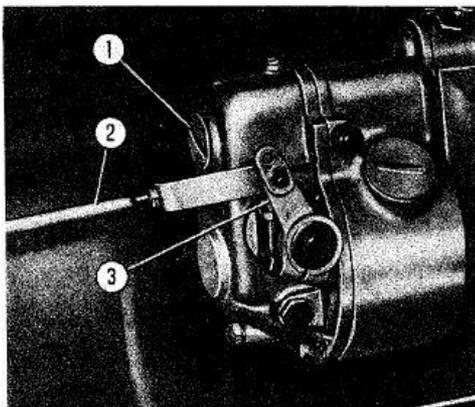

Fig. 27. - Regolazioni sul complesso pompa iniezione e comando del regolatore.
(1) Regime intervento regolatore: giri/min 800 $\begin{smallmatrix} -0 \\ +10 \end{smallmatrix}$
(2) Registrando la vite situata sotto il tappo filettato (1, fig. 27).
(3) Escludendo l'arresto dell'asta di regolazione.
REGOLAZIONE DEI REGIMI MOTORE (fig. 27)